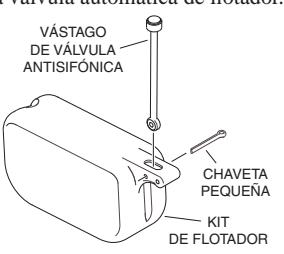

Figura 2
- Ubique el conjunto de vástagos de la válvula antisifónica en la ranura del flotador y haga pasar la chaveta de 1 1/8" (la más pequeña de las dos chavetas) por el flotador y el conjunto de vástagos de la válvula (ver la figura 2), y abra ligeramente el extremo de la chaveta. Si está correctamente instalado, el conjunto de vástagos de la válvula debe girar libremente en la chaveta dentro del flotador.